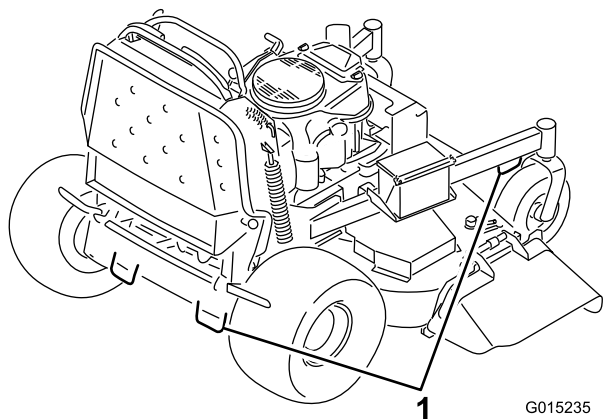

Figura 25
6. Utilizzate gli anelli di ancoraggio metallici sulla macchina per fissare saldamente la macchina al rimorchio o all'autocarro per mezzo di cinghie, catene, cavi o corde (Figura 25).